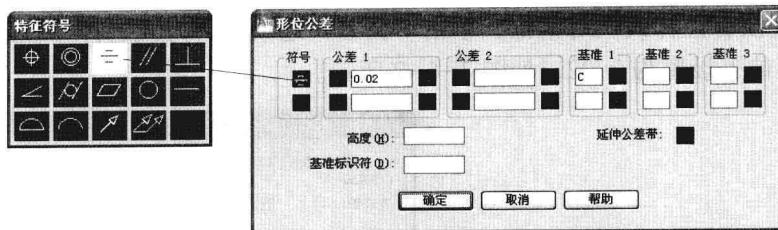

图 7-6-5
(5) 在命令行输入“qleader”，按两次Enter键，打开“引线设置”对话框，单击“注释”选项卡，注释类型选择“公差”，单击“确定”按钮。
(6) 捕捉并单击倒角边的端点，确定引线箭头的位置；再单击引线的两个端点后，打开“形位公差”对话框，单击符号黑色方块，打开“特征符号”对话框，选择对称度符号，输入公差和基准，如图7-6-5所示。